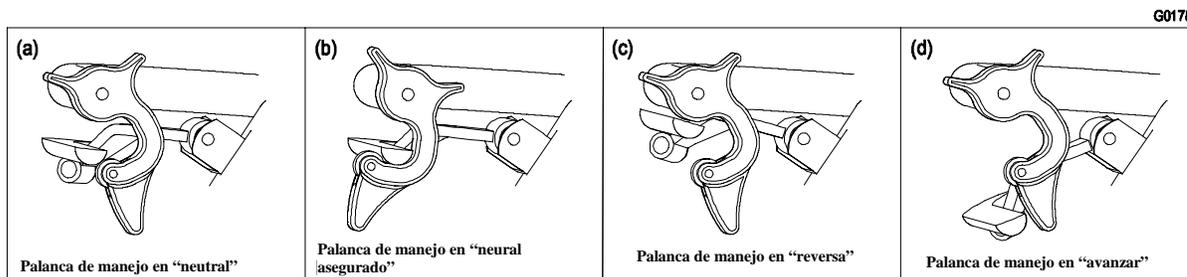

FIGURA 2
Para asegurar las palancas en “**neutro aseguradas**” apriete las palancas de manejo a la posición “neutral” (NO las apriete totalmente, puesto que esta hará que las ruedas de tracción vayan en reversa). Vea Figura 2(a). Coloque los pulgares en el lóbulo interior del cerrojo y hágalo girar bajo las palancas de manejo en la posición “Neutro Aseguradas”. Vea Figura 2(b). Libere las palancas de manejo.
Para mover las palancas de manejo a la posición de “**avanzar**”, apriete ligeramente la palanca mientras coloca los pulgares en el lóbulo exterior del cerrojo (o el dedo índice en el lóbulo del frente) y gírelos de abajo de la palanca de manejo. Despacio y con cuidado libere las palancas de manejo. Vea Figura 2 (d).
Para mover las palancas a la posición “**reversa**”, apriete las palancas de manejo pasando la posición de neutro. Vea Figura 2 (c).
Para reversa: Apriete ambas palancas a la posición reversa. Vea Figura 2 (c).
- 3.3.6 Para detenerse: Apriete ambas palancas de manejo a la posición “neutral”. Vea Figura 2 (a). Mueva el cerrojo a la posición de “Neutro Asegurado”. Vea Figura 2 (b) y libere las palancas. Mueva la palanca de Control de Velocidad a la posición neutral.